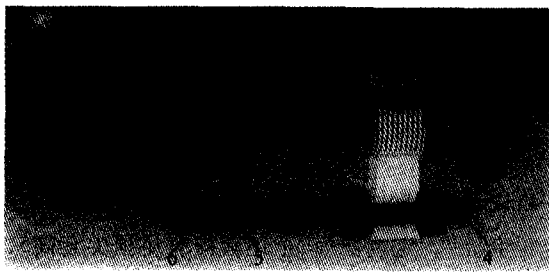

图2 自动报警装置装配图
(2) 报警装置设计思路 从以上枪栓式压紧装置使用方式分析,尾顶尖1端面和零件端面接触,零件厚度尺寸的变化会影响到枪栓手柄8、尾顶尖轴2和尾顶尖套筒的相对位置。这个相对位置如果能被精确检测或者利用的话,就是厚度报警装置设计的基础和原理。根据以上原理我们设计了以下装置,如图2所示。